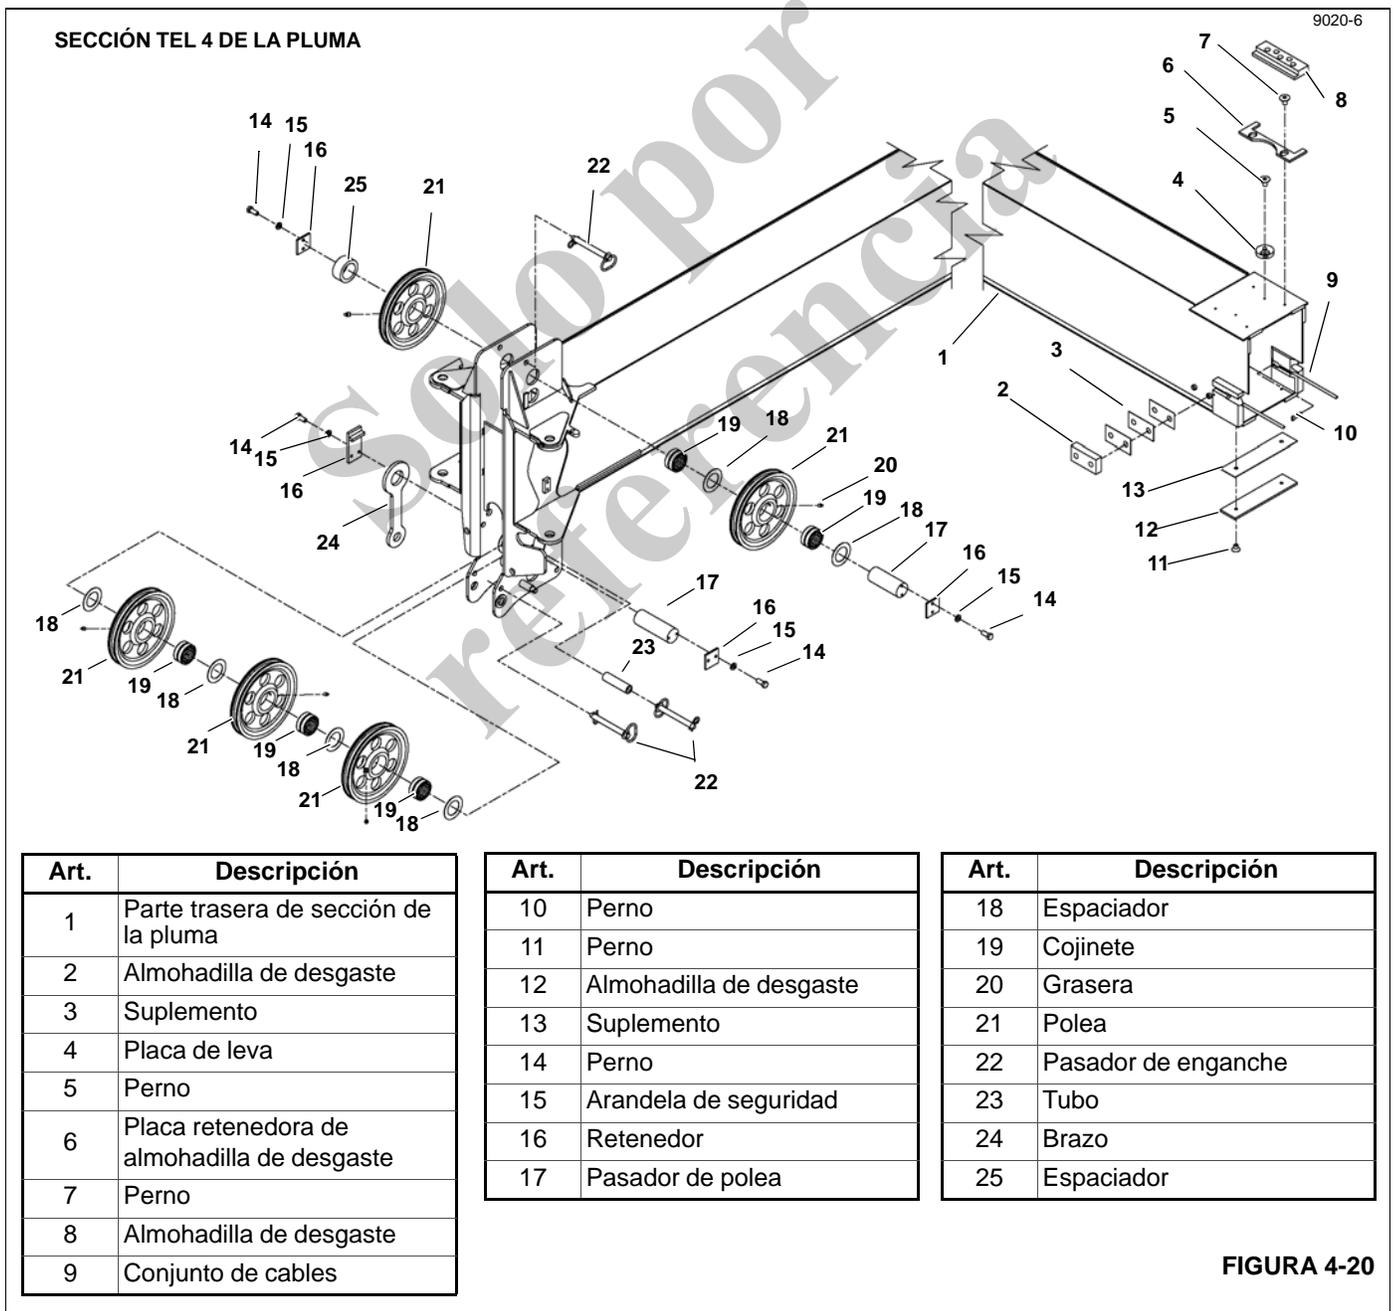

FIGURA 4-20
35. Retire los pernos (16) y los rodillos guía (15) de cada lado de la parte trasera inferior de la sección TEL N.º 3 de la pluma.
36. Retire los pernos de anclaje del cable de retracción 5/4/3 (10, Figura 4-20) de la parte trasera interior de la sección TEL 4 de la pluma. Retire los cables de retracción 5/4/3 (36, Figura 4-18) de la placa de anclaje en la parte trasera inferior de la sección TEL 4 de la pluma y cuélguelos fuera del extremo de la parte trasera de la sección TEL N.º 2 de la pluma.
47. De ser necesario, rotule y quite las almohadillas de desgaste lateral (2) y los suplementos (3) y las almohadillas de desgaste inferiores (27), los suplementos (28) y los pernos (26) de la parte trasera de la sección TEL N.º 3 de la pluma.
48. Retire el pasador de la polea (20) de la parte trasera inferior de la sección TEL N.º 3 de la pluma quitando el pasador de los cables. Retire los cables (9, Figura 4-20) de las placas de anclaje en la parte trasera inferior de la sección TEL 4 de la pluma y almacénelos en una área
Vea la Figura 4-20 para los pasos siguientes.